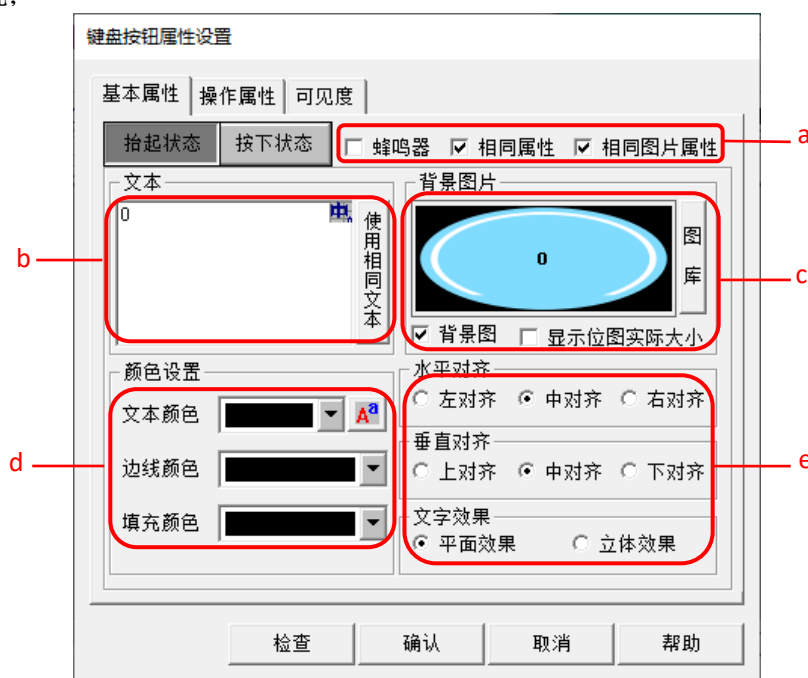

图 2.3-5 键盘按钮外观设置
- ③ 先添加 1 个输入“0”的按钮：双击绘制的键盘按钮构件，在基本属性功能页如图 2.3-5 所示，设置键盘按钮外观；
c. 设置构件背景图片属性，通过【图库】选择背景图或插入自定义背景图，本节所示图片插入方法如图 2.3-5 所示；